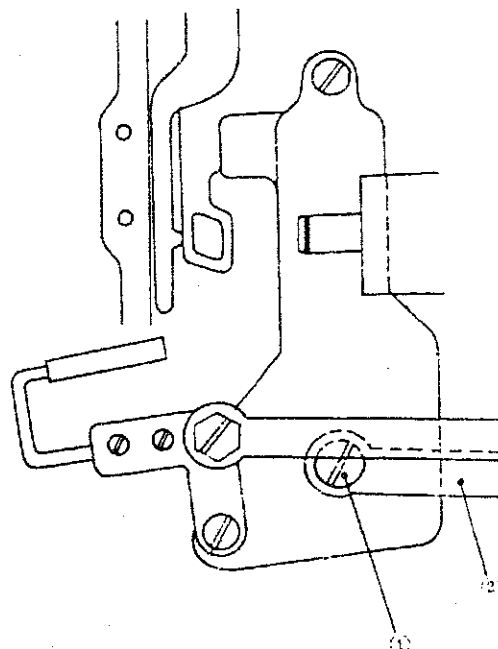

Fig. 33
- 1) Loosen hinge screw ① (Fig. 33)